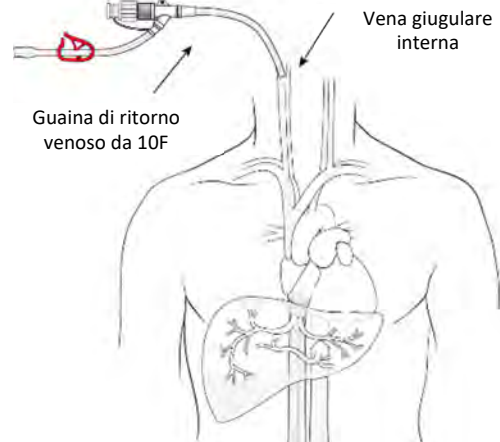

Figura 22
- (a) Collegare il rubinetto alla cannula della porta laterale della guaina. Utilizzando la tecnica standard di Seldinger (sotto guida ecografica), inserire la guaina di ritorno venoso nella vena giugulare interna (preferibilmente sul lato destro, vedere la Figura 22). Lavare la guaina con normale soluzione fisiologica eparinata sterile e, infine, chiudere il rubinetto. L'impiego della guida ecografica e di una singola puntura della parete anteriore della vena sono necessari per evitare la puntura accidentale della carotide. In tal caso, interrompere la procedura e rimandarla a una data successiva. Dopo aver posizionato la guaina, inserire l'otturatore attraverso la valvola.